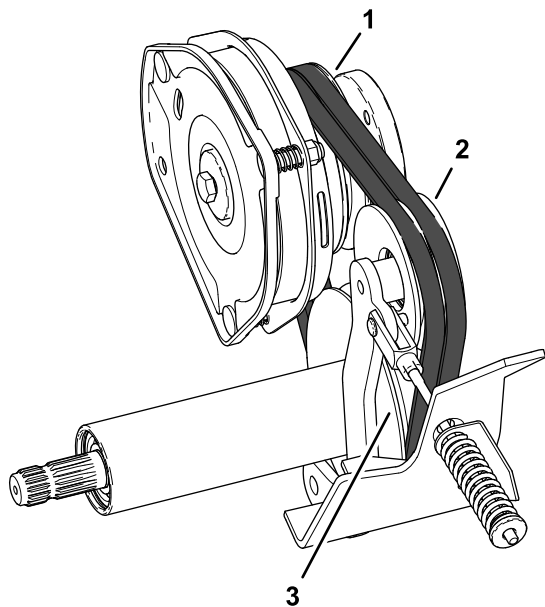

Bild 94
1. Fluchten Sie die Zapfwellenriemen über den Riemenscheiben aus (Bild 94).